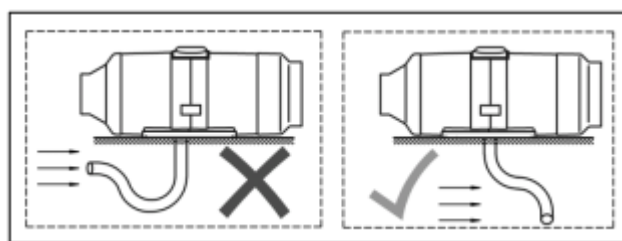

Fig. 5 – Poziția conductei de admisie/ evacuare
Când instalați conducta de admisie a aerului, evitați să o îndoii prea mult și nu blocați orificiul de admisie cu obiecte străine. Asigurați-vă că orificiul este îndreptat în jos (Fig. 5). Dacă acest lucru nu este posibil, trebuie făcută o gaură cu diametrul de 3 mm în cel mai jos punct al conductei.
Gura de evacuare a conductei de evacuare trebuie **îndreptată în jos (Fig. 5)**, într-o poziție care să evite înfundarea sau pătrunderea zăpezii și a prafului dar și să asigure scurgerea apei care a pătruns în interior.
-  **Nu poziționați orificiul de evacuare al conductei de evacuare în fața curentului de aer produs de vehiculul sau ambarcațiunea aflată în mișcare (a se vedea Fig. 5).**